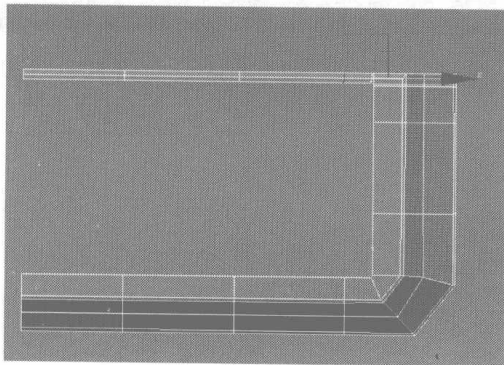
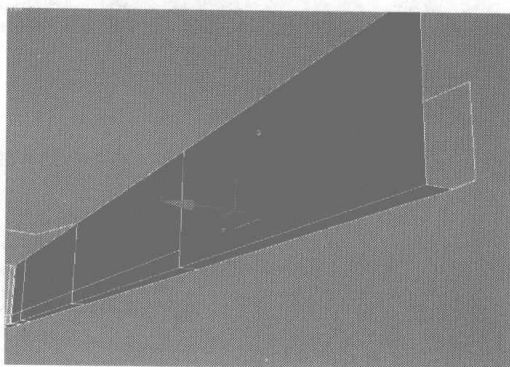

图 4.354
图 4.355
- 24** 在插线孔的外轮廓上适当添加一些细分线,将其细化调整,如图 4.354 所示,再旋转 Perspective 视图,选择如图 4.355 所示的边线,在 Selection 卷展栏中单击 **Loop** 按钮,选择其循环的曲线,单击右键,在弹出的快捷菜单中选择 Connect to Vertex 命令,切换为节点编辑,再用 Remove 命令将该曲线与节点删除。